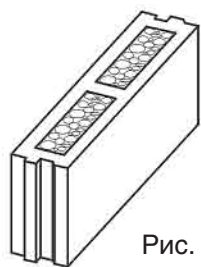

Рис. 5
1. Венцовый блок DMs 15/9 Dr (рис. 5) применяется только при использовании блоков с толщиной стены 37,5 см. Эти блоки устанавливаются на последний ряд на цементно-строительный раствор или на строительный клей. С внешней стороны венец можно дополнительно укрепить.